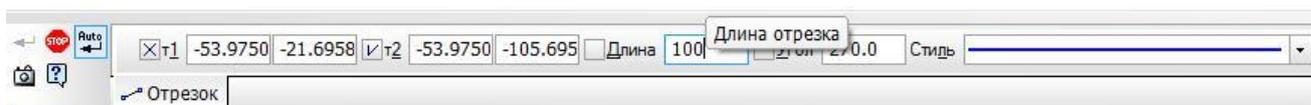

Рис. 1 Автосоздание объекта
- обратите внимание на панель **Специального** управления, кнопка **Автосоздание** объекта по умолчанию нажата. Пока она находится в этом состоянии, все объекты создаются немедленно после ввода параметров, достаточных для построения (рис. 1);